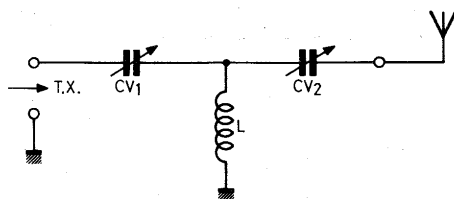

Fig.8 – cellule en T « passe haut »
- la **cellule en T** (Fig. 8 et 9)